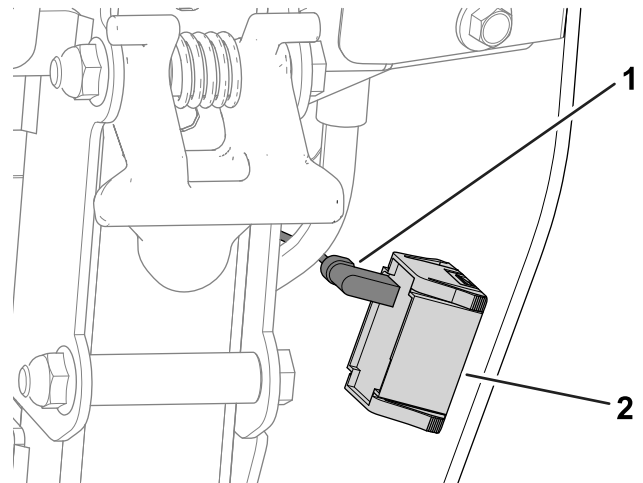

Bild 40
- A. Ziehen Sie den Kabelbaumverbinder vom Betriebsstundenzähler ab (Bild 40).